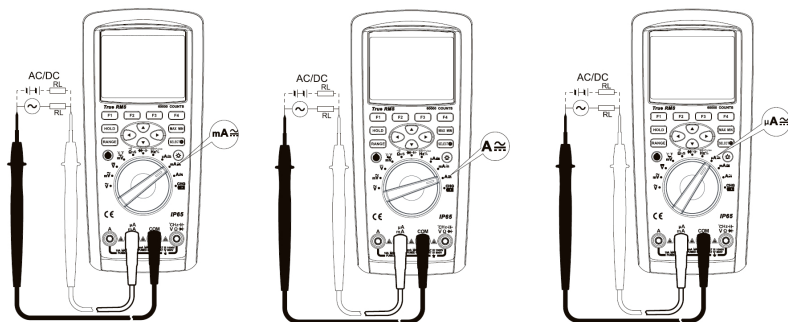

Figura 8
2. Posicione a chave rotativa para " $\mu A \approx$ ", " $mA \approx$ " ou " $A \approx$ " (de acordo com a intensidade da corrente a ser medida) respectiva ao terminal selecionado na etapa anterior, conforme **Figura 8**.